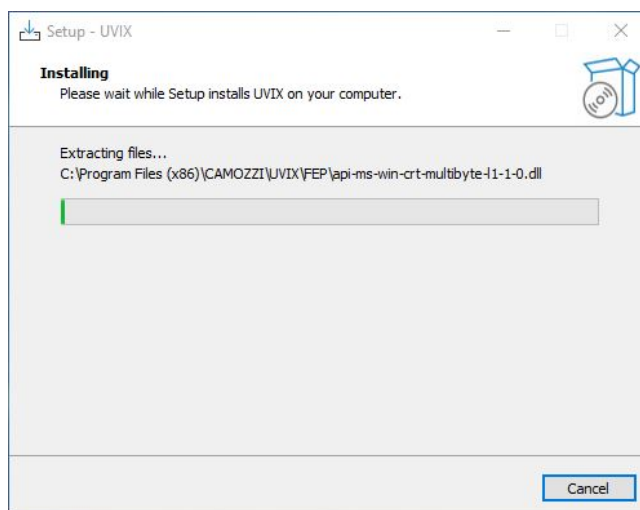

Figura 4.3: Installazione
3. Attendere la fine dell'installazione, figura 4.3.